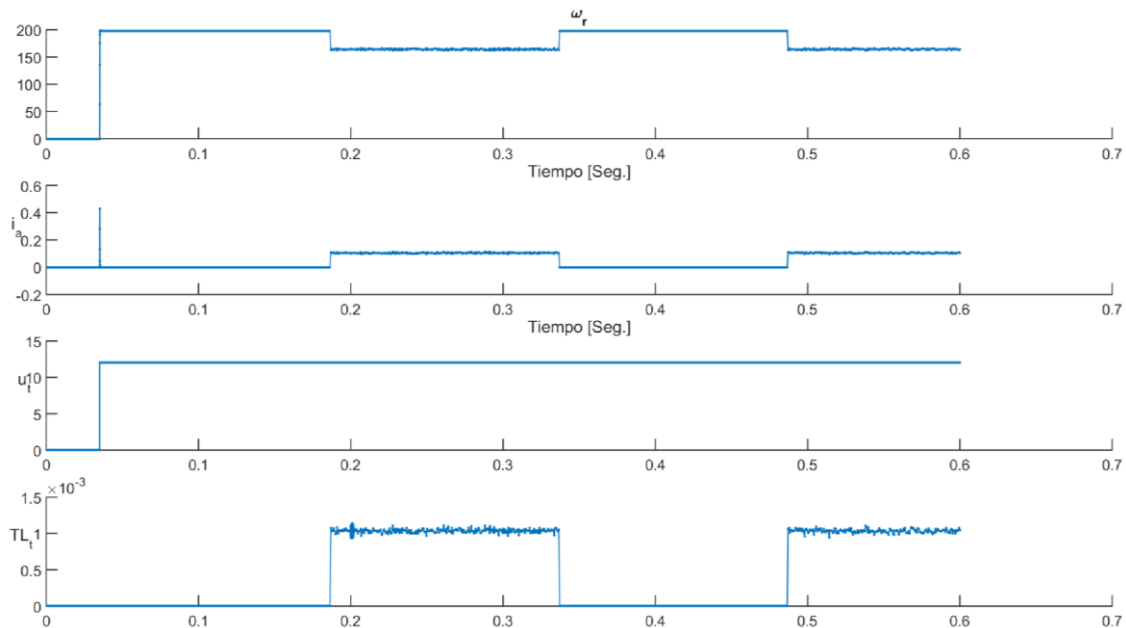

Fig. 1-3. Curvas de un motor CC para una entrada de 12V.
**Ítem [5]** A partir de las curvas de mediciones de las variables graficadas en la Fig. 1-3, se requiere obtener el modelo del sistema considerando como entrada un escalón de 12V, como salida a la velocidad angular, y a partir de un tiempo se aplica un  $T_L$  y se retira. En el archivo Curvas\_Medidas\_Motor.xls están las mediciones, en la primer hoja los valores y en la segunda los nombres. Se requiere obtener el modelo dinámico, para establecer las constantes de la corriente.